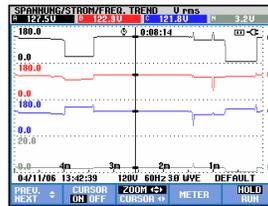

Abbildung 19-6. Trendanzeige mit Cursor und aktiviertem Zoom
- Drücken Sie F3 zum Aktivieren der Pfeiltasten für die Zoom-Funktion. Jetzt können Sie mithilfe der Pfeiltasten nach links/rechts die Trends in horizontaler Richtung vergrößern oder verkleinern, wie in Abbildung 19.6 gezeigt. Für die vertikale Richtung stehen Ihnen die Pfeiltasten nach oben/unten zur Verfügung. Bei aktiviertem Cursor ist dessen Position der symmetrische Mittelpunkt des horizontalen Zoom, bei deaktiviertem ist es die rechte Bildschirmkante. Der vertikale Zoom orientiert sich immer an der Mitte des Bildschirms.